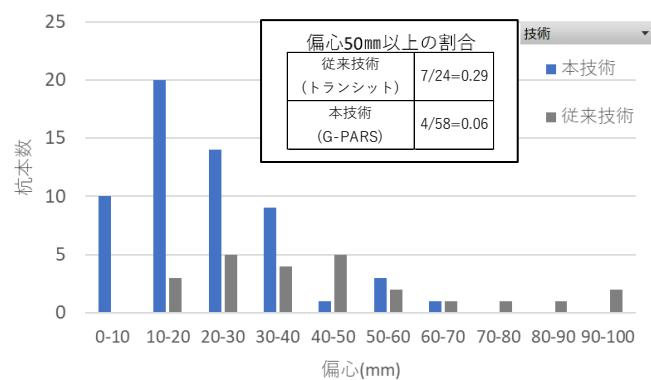

図4 各技術による偏心のヒストグラム
①出来形精度
- ・偏心50mm以上の割合が従来技術29%に対し、本技術では6%であった(図4)。このことより杭の偏心の規格値である100mmを余裕をもって下回ることができた。